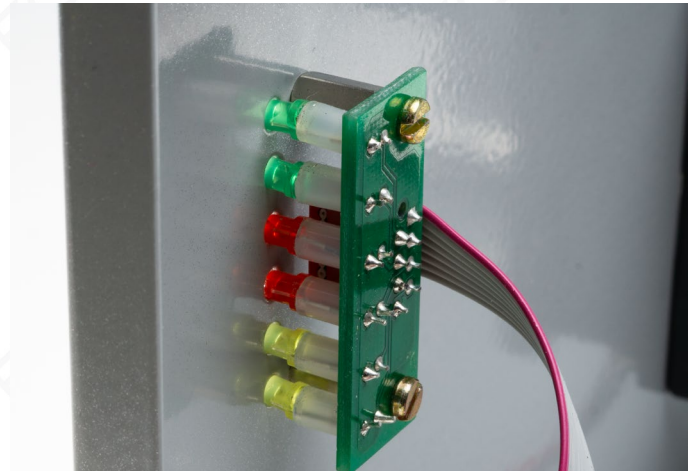

Bild 32: Eingebautes LED Board von innen
- Befestigen Sie das LED Board mit Schrauben M3 x 6 **35** (Bild 32). Die Schrauben liegen dem Steuerungsbausatz bei.